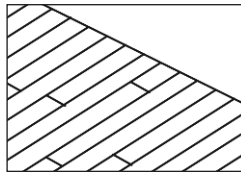

Figure 6 (Alignement préféré)
- Faire attention à décaler les extrémités des planches d'au moins 6", si possible, dans les rangées adjacentes (figure 6). Cela aidera à donner une apparence globale plus favorable du revêtement de sol.